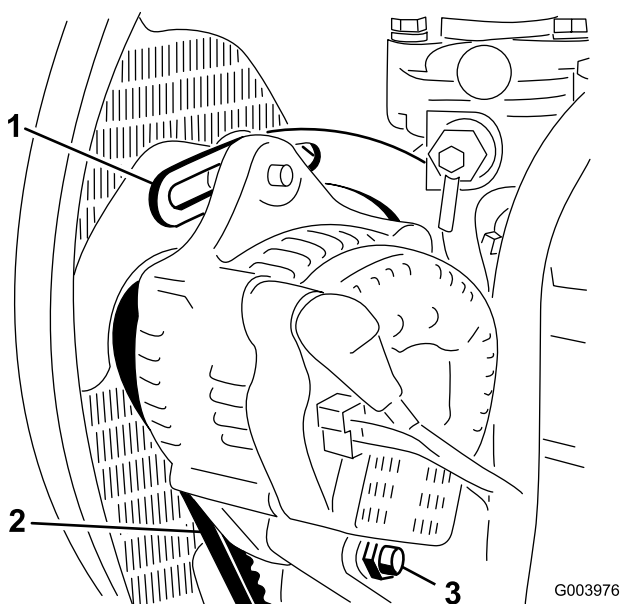

Figure 49
2. Contrôlez la tension de la courroie d'alternateur (Figure 49) en exerçant une force de 10 kg à mi-distance entre les poulies d'alternateur et de vilebrequin.
3. Desserrez le boulon qui fixe le renfort au moteur (Figure 49), le boulon qui fixe l'alternateur au renfort et le boulon de pivot.